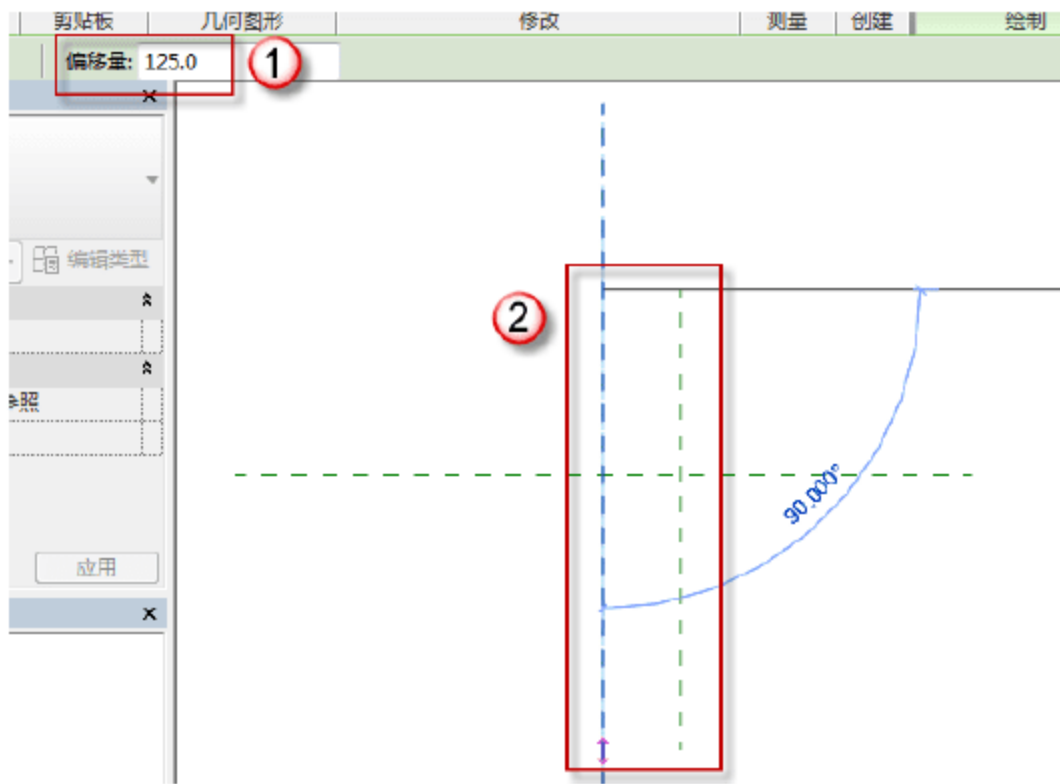

图 9.2.42 绘制辅助线
(2) 绘制“250mm 宽地沟”的辅助线。按快捷键 R+P，在“偏移量”后输入“125”字样，然后绘制辅助线，如图 9.2.42 所示。